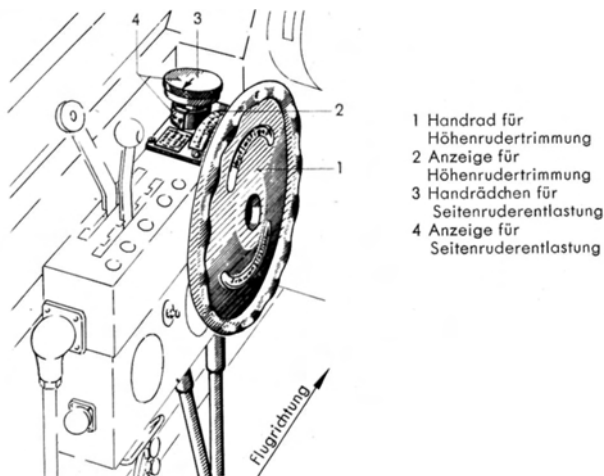

Abb. 22 Höhen- und Seitenrudertrimmung
Die Stellung der Höhenruder-Trimmklappe wird an einer Anzeigevorrichtung (Abb. 22) (2) mittels Zeigers auf einem Schild, welches sich neben dem Handrad an der Rumpfseitenwand befindet, angezeigt.